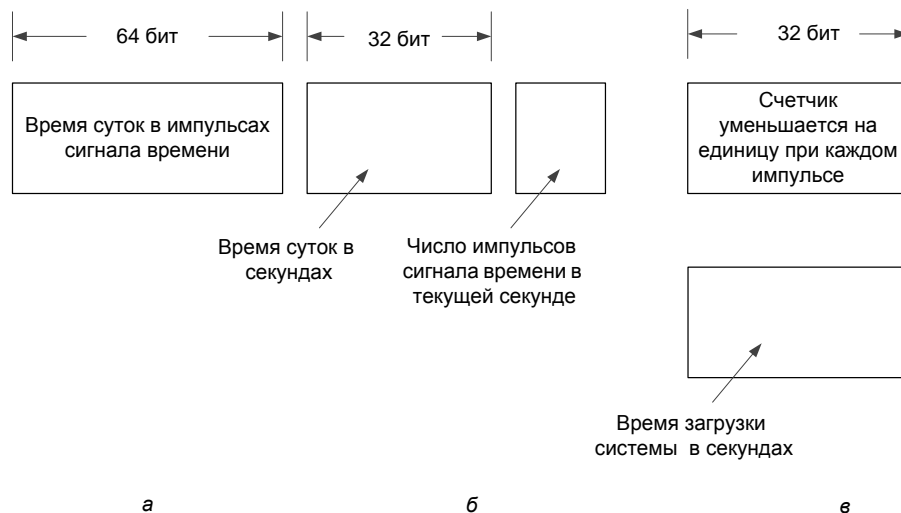

Рис. 15. Три способа реализации времени суток
**Первая функция часов, поддерживающая время суток** (также называемое истинным временем), не сложна. Она просто требует увеличения счетчика на единицу при каждом импульсе сигнала времени часов, Рис. 15(а). Нужно только следить за количеством битов в счетчике времени суток. При частоте импульсов сигнала времени 60 Гц 32-разрядный счетчик переполнится уже за два года. Очевидно, система не может хранить значение истинного времени в тиках с 1 января 1970 года в 32 бит.
**Во-первых**, можно использовать 64-разрядный счетчик, хотя это потребует больших затрат, так как увеличивать значение счетчика придется помногу раз в секунду, Рис. 15(б).
**Второй способ**, хранение времени суток не в тиках (количестве импульсов сигнала времени), а в секундах, переводя импульсы сигнала времени в секунды при помощи дополнительного счетчика, Рис. 15(б). Поскольку  $2^{32}$  с — это больше, чем 136 лет, такой метод будет работать вплоть до 22-го века.
**Третий способ**, учитывать импульсы сигнала времени, но относительно того момента, в который была загружена машина, а не от фиксированного внешнего момента. При этом система во время загрузки узнает текущее время, которое сохраняет в памяти в любом удобном виде. Позднее, при запросе времени, система складывает хранящееся время загрузки со значением счетчика, чтобы получить текущее время, Рис. 15(в).